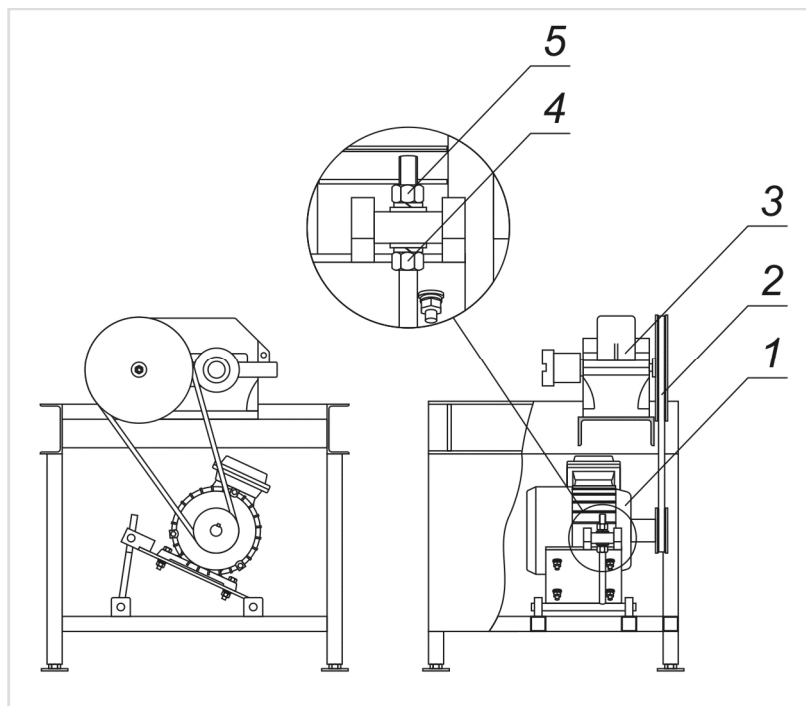

Рис. 8.1 Схема натяжного устройства привода «Декор»
1. Отвернуть гайку (4) см. рис. 8.1 по часовой стрелке.
2. Вращая гайку (8) установить требуемое натяжение клинового ремня (2).
3. Затянуть гайку (4) вращая против часовой стрелки